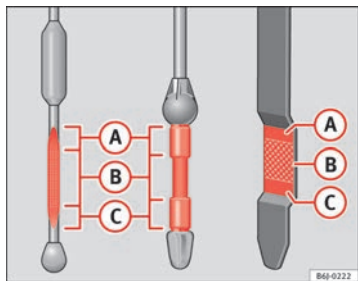

Abb. 163 Ölmesstab
- Ziehen Sie den Messstab anschließend wieder heraus und lesen Sie den Ölstand ab ⇒ Abb. 163. Füllen Sie gegebenenfalls Motoröl nach.